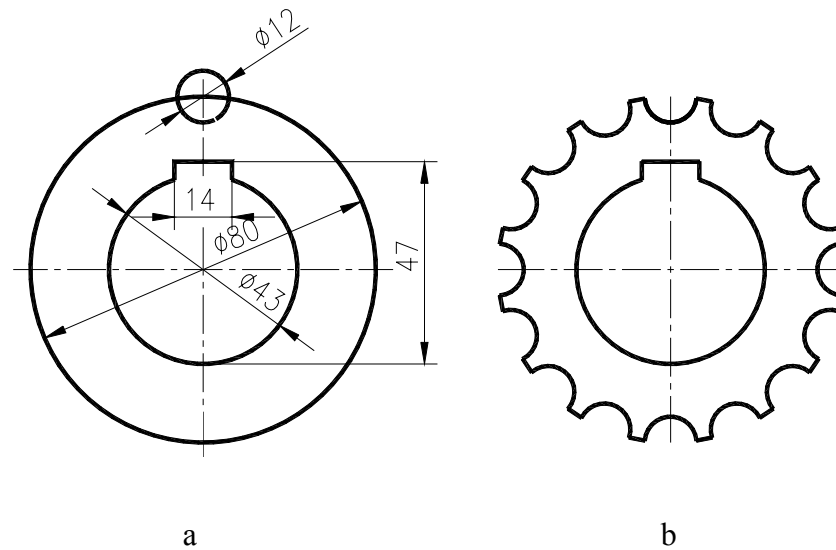

Fig. U7.13
3. Realizați desenul din Fig. U7.13, b. Multiplicați cercul de $\varnothing 12$ (Fig. U7.13, a) cu comanda *ARRAY* opțiunea *P* și utilizați comanda *TRIM* pentru retezări.